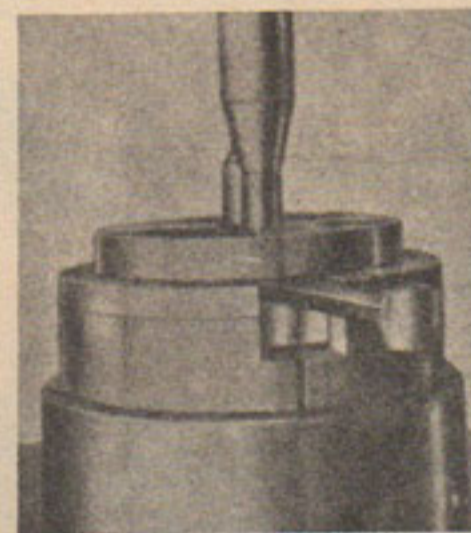

Fig. 18
2. En vue de décomposer l'embellage, on utilisera un appareil de démontage et un mandrin extracteur. A l'aide d'une presse de 3.000 à 5.000 kg, dégager le maneton d'un seul volant, afin qu'on puisse remplacer les rouleaux du roulement de bielle et réparer la bielle (fig. 18).